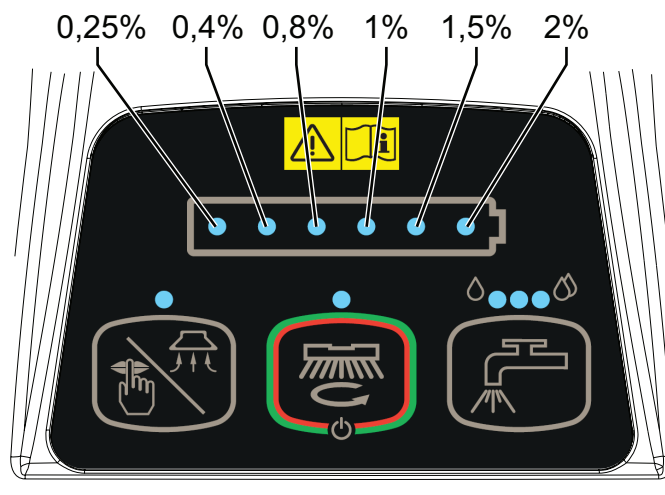

Figure 6
1. Pousser sur le bouton (43) pendant plus de deux secondes pour accéder au réglage. Le pourcentage réglé est fonction de la del respective allumée sur le symbole de charge des batteries, tel qu'indiqué à la figure 6.
2. Pousser à plusieurs reprises sur le bouton (43) pour modifier le réglage ou le remettre à zéro (toutes les dels sont éteintes).